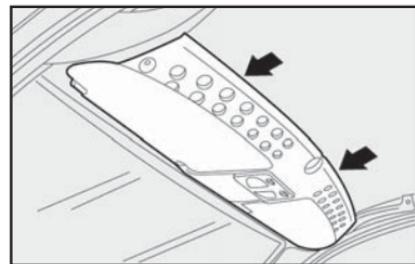

fig. 74
## PORTA-OBJETOS NO TETO DO HABITÁCULO - fig. 74
**ADVERTÊNCIA:** o porta-objetos do teto foi projetado para suportar um peso máximo de 3 kg em cada lado; portanto não coloque objetos que superem este peso e não se apoie nos pontos indicados na fig. 74. Apoie-se nas alças laterais específicas.